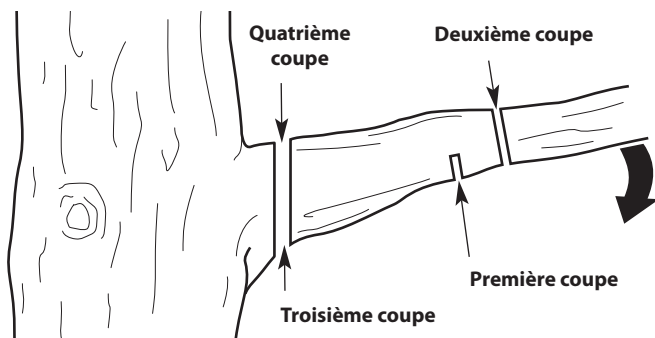

Fig. 13
2. Faites la première coupe à environ 15 cm (6 po) du tronc de l'arbre. Coupez vers le haut, à partir de la face inférieure de la branche. Utilisez le haut de la barre de guidage pour faire de cette coupe. Coupez jusqu'au tiers du diamètre de la branche (Fig. 13).
3. Faites la deuxième coupe de 5 à 10 cm (2 à 4 po) plus loin sur la branche. Coupez vers le bas, à partir de la face supérieure de la branche. Utilisez le bas de la barre de guidage pour faire de cette coupe. Coupez complètement la branche (Fig. 13).
4. Faites la troisième coupe aussi près du tronc d'arbre que possible. Coupez vers le haut, à partir de la face inférieure de la souche. Utilisez le haut de la barre de guidage pour faire de cette coupe. Coupez jusqu'au tiers du diamètre de la branche (Fig. 13).
5. Faites la quatrième coupe directement au-dessus de la troisième coupe. Coupez vers le bas, à partir de la face supérieure de la souche. Utilisez le bas de la barre de guidage pour faire de cette coupe. Coupez complètement la branche afin d'aller rejoindre la troisième coupe (Fig. 13). Cela supprimera la souche.